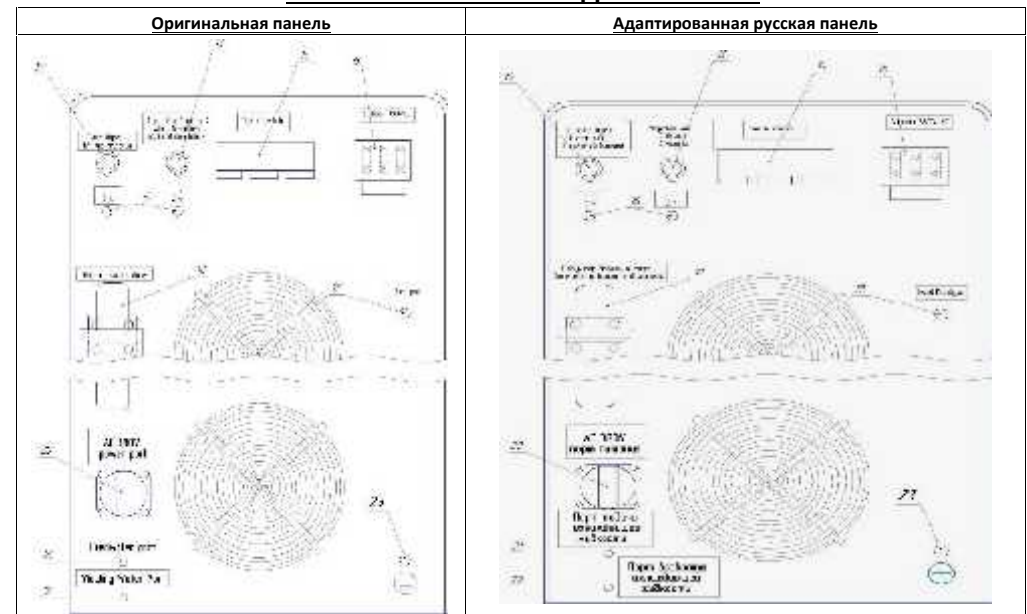

Рис. 2 Обозначение на задней панели:
7.4. Обесточьте место подключения. Проверьте соответствие напряжения сети напряжению, указанному на табличке, размещенной на задней панели установки. Провода сетевого кабеля подсоедините к месту подключения **15 рис. 2**. Подключите к клемме заземления **23 рис. 2** провод, идущий к контуру заземления. Установка должна подключаться к **трехфазной сети** через автомат защиты сети или трехполюсный рубильник с трубочатыми предохранителями, рассчитанными на максимальный ток потребления установки.
7.5. С помощью шлангов с хомутами и штуцеров, которые входят в комплект поставки, подключите **блок автономного охлаждения (БАО)** к портам подачи и отвода охлаждающей жидкости **21, 22 рис. 2**. Подсоедините кабель питания БАО к **специальной розетке 20 рис. 2**, находящейся на задней панели аппарата.
7.9.1. На задней панели установите блок подготовки воздуха (БПВ) **18 рис. 2**. К БПВ подключите шланг от компрессорной установки (краткую информацию касательно компрессорной установки смотрите в разделе «Характеристики оборудования»), а также трубку газового тракта, выходящего из корпуса на задней стенке **19 рис. 2**.
7.9.4. К выводам **12 рис. 2** (интерфейс напряжения на дуги) и **13** (интерфейс включения и отключения плазмотрон) подключите установку CNC (**вариант №2**).